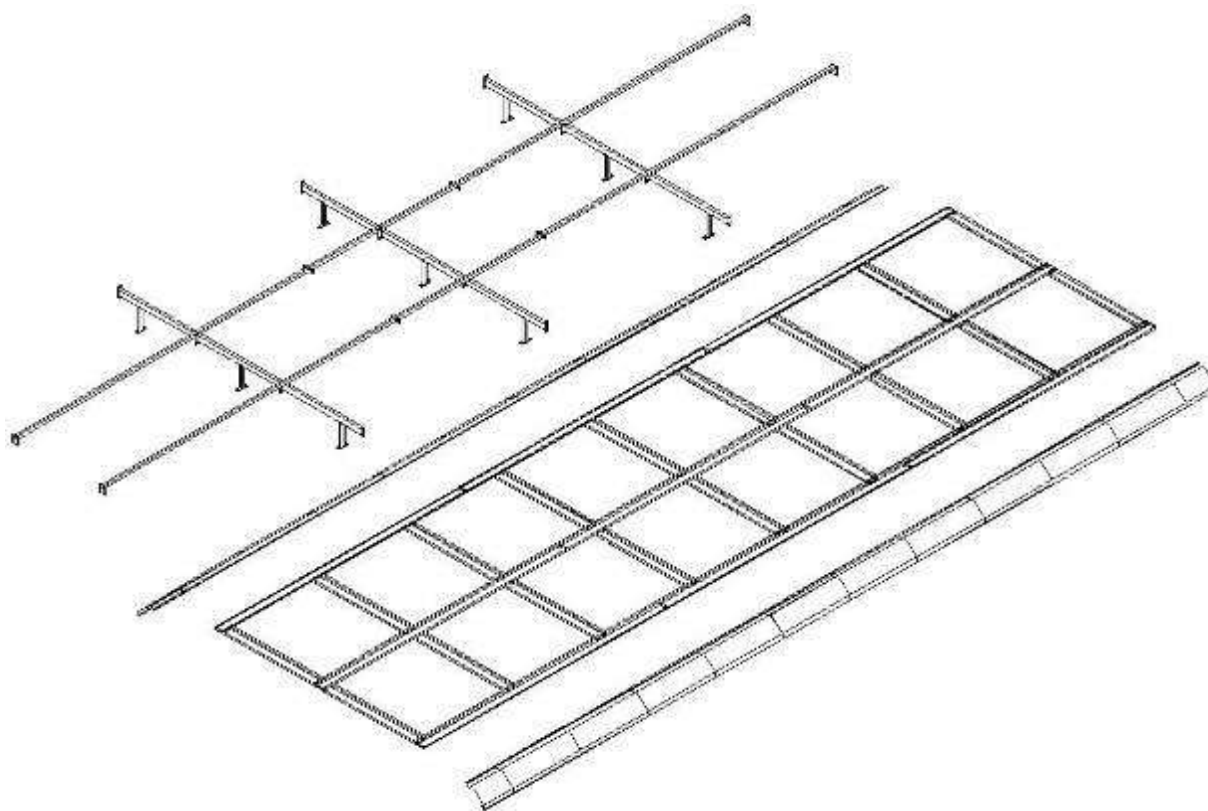

Рис. 2.10
Потолок: Рис. 2.10
1. Установка опорной балки (см. рис. 2.10)